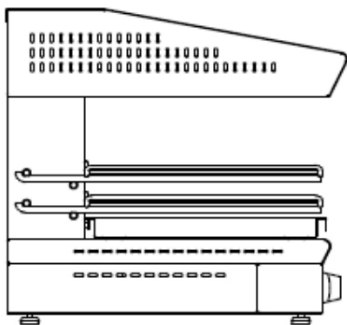

Abb. 2
- Drücken Sie die Taste (3).
- Schalten Sie den Drehknopf (6) auf die Position 1, um die Hitze des Grillguts reguliert werden. Je größer der Abstand zwischen dem Grillgut und dem Heizelement ist, desto geringer ist die Hitzeintensität. Bei Geräten mit festem Grilldeckel (SFH..) wählen Sie die Hitzeintensität, indem Sie die Pfanne auf verschiedene Höhen stellen, wie in Abb. 2 gezeigt.
Die Rostabdeckung muss sich in maximaler Höhe über dem Kochfeld befinden (Abb. 2). Wechselseitige Heizelemente halten das Kochgut auf dem Topf auf der während des Kochvorgangs erreichten Temperatur.